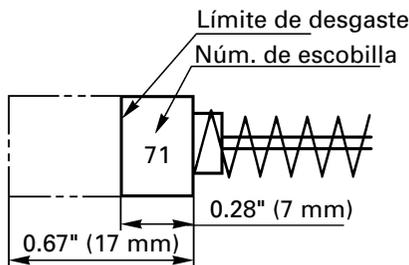

Fig. 17
4. Inspeccionar los escobillas de carb3n (Fig. 17)
NOTA: Utilice las escobillas HITACHI Nģm. 71 indicadas en la Fig. 17.